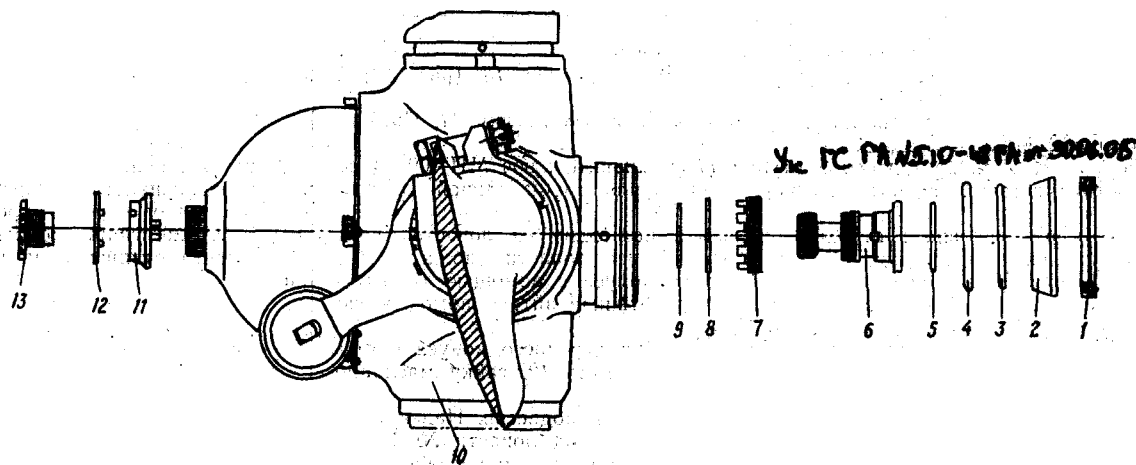

Рис. 19. Установка винта АВ-2 на вал винта двигателя;
<p>Площадь прилегания конуса должна быть не менее 70%.</p> <p>23.2. Смажьте маслом МС-20 кольцо заднего конуса 1, задний конус 2 и установите их на носок вала винта.</p> <p>23.3. Установите на носок вала винта кольцо 3, уплотнительное кольцо 4 и придвиньте их вплотную к заднему конусу.</p> <p>23.4. Протрите шлицы и резьбу вала винта чистой ветошью и смажьте тонким слоем масла МС-20. Смажьте маслом МС-20 резиновые уплотнительные кольца на штуцере 6 (см. рис. 19).</p> <p>23.5. Приподнимите винт с помощью крана и подвески, охватывающей рукава втулки винта под лопасти № 1 и 2.</p> <p>Поднимать винт за лопасти запрещается.</p> <p>23.6. Вывинтите из ступицы втулки винта заглушку ТП-119 с уплотнительным кольцом ТП-118 (резьба правая) и подведите винт к двигателю.</p> <p>23.7. Поднимите винт на высоту вала винта и наденьте винт на носок вала винта. Осторожно продвиньте винт по валу винта до соприкосновения гайки переднего конуса с торцом носка двигателя.</p> <p>При установке винта на носок вала винта сферическое сверление на ступице корпуса должно находиться против широкого шлица вала винта.</p>	<p>При недостаточной площади прилегания поверхности заднего конуса к втулке винта поверните конус на 90—180° и еще раз проверьте прилегание. Если при этом не будет получено положительных результатов, конус замените; запрещается шабрить рабочие поверхности конуса и втулки винта, так как это ухудшает посадку винта на конус и может вызвать биение лопастей винта, тряску двигателя и наклеп на рабочих поверхностях.</p>
3. Расконтрите с помощью отвертки гайку маслопровода 13 (см. рис. 19) и с помощью ключа МИ-400 и воротка МИ-402 отверните ее.